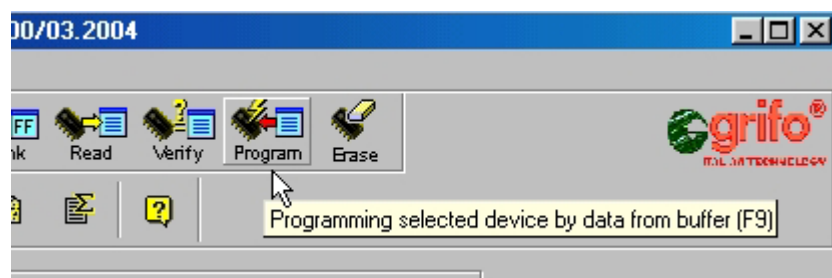

FIGURA 15: PROGRAMMAZIONE DELLE MEMORIE
I) Dopo avere eventualmente selezionato il tipo di memorie da programmare (punto D), avere letto o caricato i dati da scrivere (rispettivamente punti E o F), avere eventualmente configurato il dispositivo (punto G) ed avere eventualmente cancellato i dati già presenti (punto H) è possibile attivare la programmazione premendo il pulsante Program nella barra dei pulsanti, come viene mostrato nella figura 15. I LED rosso (PROG) e giallo (POWER) del **grifo[®] GMM PIC-PR** devono accendersi e spegnersi.